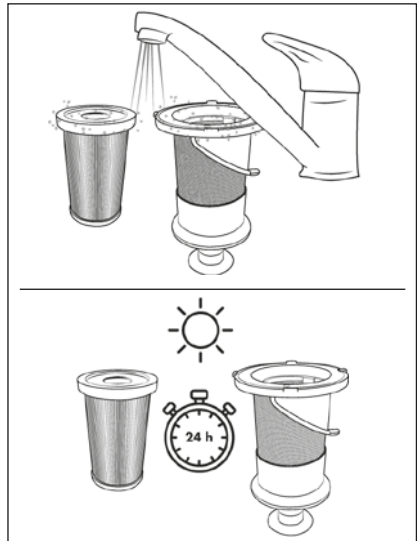

Fig. 20
- 5) Skyl HEPA-filteret **5** og filteret af rustfrit stål **6** under koldt eller lunkent vand. Lad HEPA-filteret **5** og filteret af rustfrit stål **6** lufttørre fuldstændig, før du sætter dem ind i støvbeholderen **7** igen (se fig. 20).